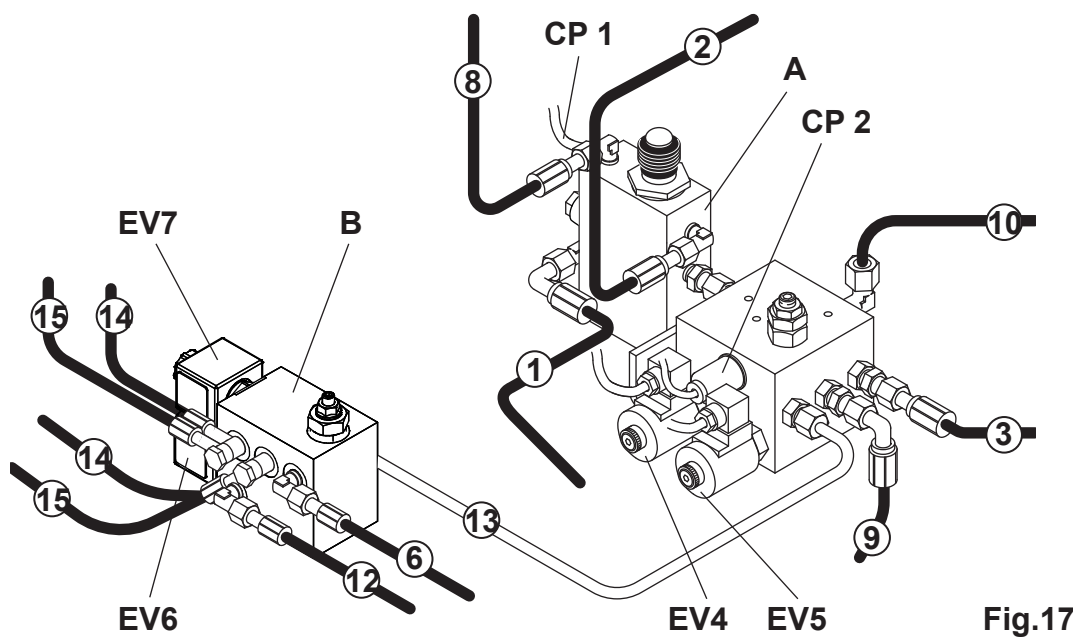

Fig.17
- Collegare i cavi elettrici dalla centralina alle elettrovalvole **EV4-EV5-EV6-EV7** e ai pressostati **CP1-CP2** (fig.17)
- Connect the cables in the control unit to the solenoid valves **EV4-EV5-EV6-EV7** to the pressure gauges **CP1-CP2** (fig.17).